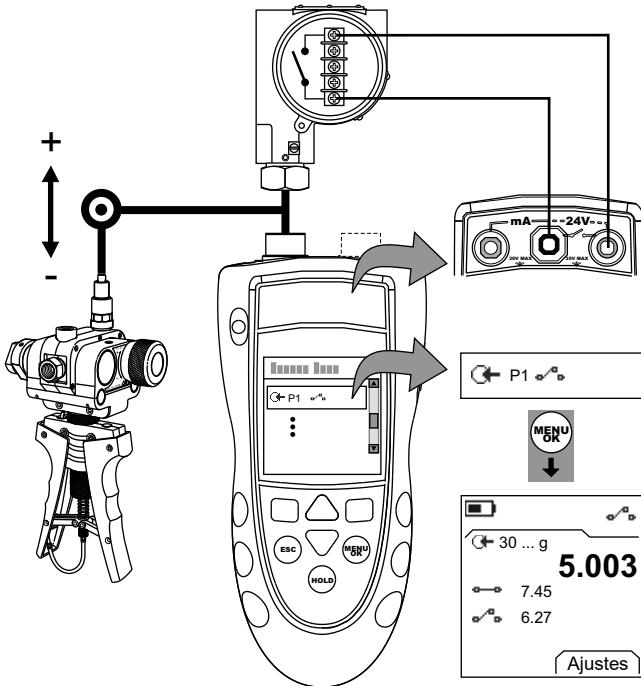

Figura 4: Ejemplo de configuración - Prueba de interruptor
1. Conecte el instrumento (Figura 4) y, si es necesario, ajuste la opción **Configurar** (Tabla 1).